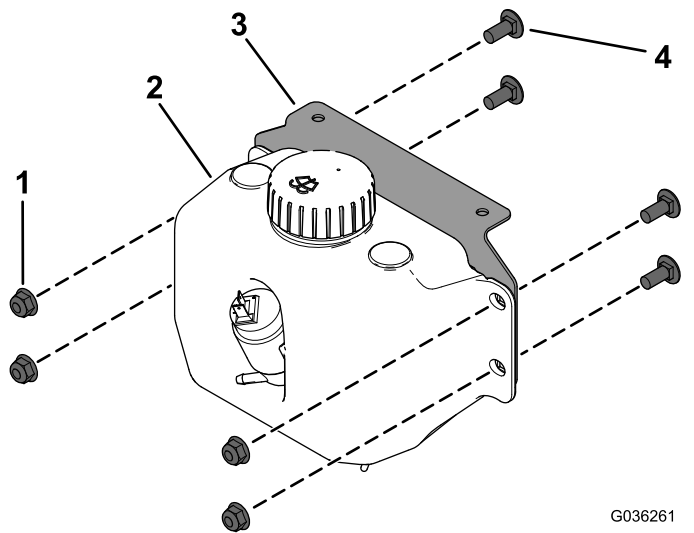

Figura 2
1. Instale o depósito do líquido de lavagem no suporte de montagem da garrafa de lavagem com os 4 parafusos de carroçaria (5/16 x 3/4 pol.) e as 4 porcas de bloqueio (5/16 pol.), como mostrado na Figura 2.